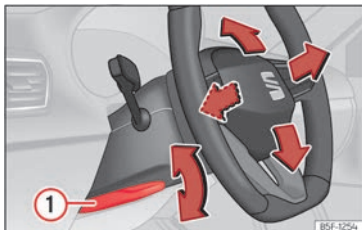

Abb. 92 Hebel auf der linken unteren Seite der Lenksäule.
- Hebel >>> **[Abb. 92] ①** nach unten schwenken, Lenkrad in die gewünschte Position bringen und Hebel wieder bis zum Schließpunkt nach oben drücken.
- Den Hebel >>> **[Abb. 92] ①** nach dem Einstellen immer fest nach oben schwenken, damit das Lenkrad während der Fahrt nicht unbeabsichtigt seine Position verändert.